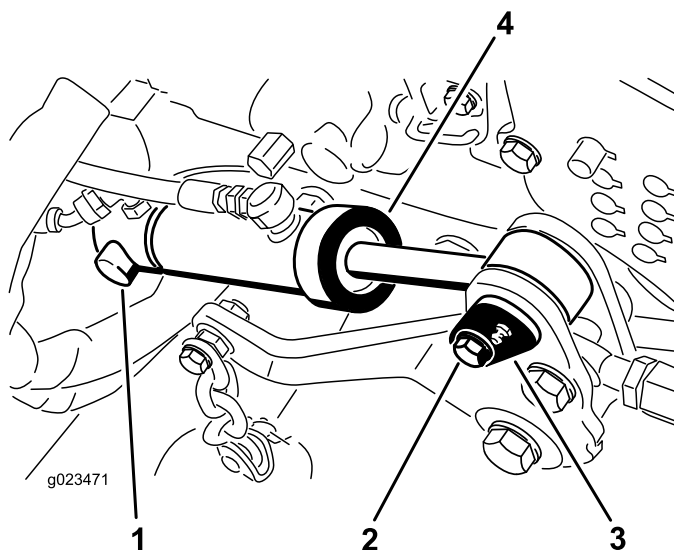

Figura 13
13. Instale el extremo trasero del cilindro de elevación de la plataforma sobre el pasador de giro y sujételo con el anillo de retención (Figura 13).
14. Sujete el extremo delantero del cilindro de elevación al bastidor del cortacéspedes con el pasador cilíndrico y el tornillo (Figura 13).